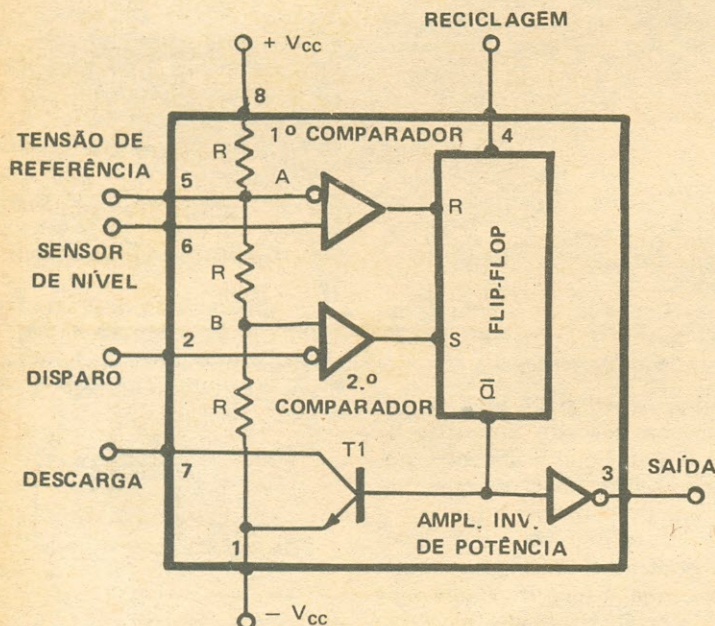
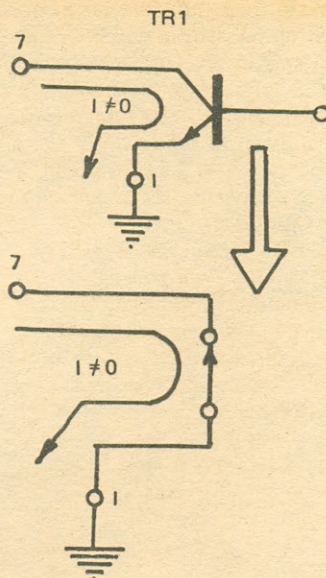

Fig. 3 - Diagrama em blocos do integrado 555.
Fig. 5 – C.I. em repouso  $\Rightarrow$  transistor TR1 conduzindo (saturação  $\Rightarrow$  equivalente a um interruptor fechado).
Internamente o integrado é constituído por dois comparadores de tensão, um transistor n-p-n, um biestável ("flip-flop"), um divisor resistivo para fornecer as tensões de referência para os dois comparadores e um amplificador inversor, cuja finalidade é aumentar a corrente de saída do integrado, tornando-o compatível com os integrados da família de tecnologia TTL como os de tecnologia CMOS (Fig. 3).
Vejam agora, em poucas linhas, o funcionamento do integrado; devemos recorrer sempre que necessário ao seu diagrama de blocos, apresentado na Fig. 3.
que a tensão (em relação ao pino 1 - terra) nos pontos (ou nós) A e B (Fig. 3) valerá, respectivamente, 10 V e 5 V, isto por duas simples razões:
2) são numericamente iguais as resistências dos resistores R indicados na Fig. 3 e, portanto, pela simples aplicação da conhecida Lei de Ohm...
– Veja você que a entrada "negativa" do segundo comparador de tensão está referenciada a 2/3 de V.C.C. (potencial do nó A – Fig. 3) e que o estímulo está sendo aplicado à sua entrada não-inversora...
– Mais ou menos isso! Ora, um pulso (ou estímulo) na entrada R do bistável faz com que ele recicle (retorno à condição de repouso) e, aí, a sua saída  $\bar{Q}$  passará do nível L para o nível H, levando à saturação o transistor "sobressalente" do C.I., cujo comportamento será aproximadamente igual ao exposto na Fig. 5, isto é, saída "descarga" com potencial praticamente nulo. Ainda de acordo com a Fig. 3, podemos afirmar que o nível alto da saída do FF provoca, graças ao estágio inversor de potência, o nível baixo na saída do integrado, caracterizando o estado de repouso do "bichinho".